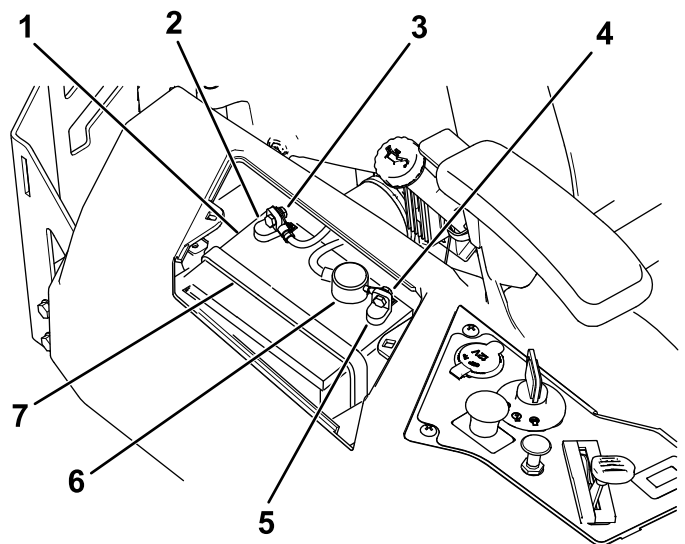

Figura 45
4. Desconecte el cable negativo de tierra (negro) del borne de la batería (**Figura 45**).
6. Desconecte el cable positivo (rojo) del borne de la batería (**Figura 45**).
7. Retire la correa de sujeción de la batería (**Figura 45**) y levante la batería para retirarla de su bandeja.
1. Coloque la batería en la bandeja (Figura 45).
5. Fije la batería con la correa de sujeción (Figura 45).